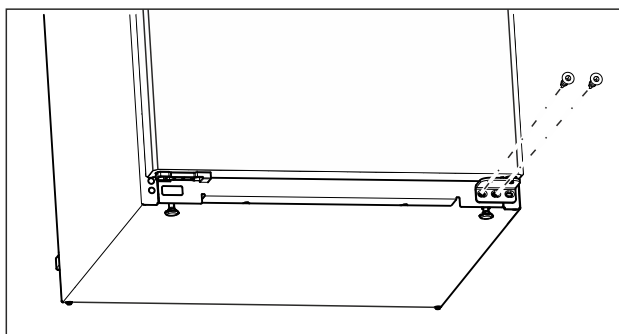

Fig. 10
- ▶ Skru ut den midtre skruen med skrutrekkeren Torx 20 på den nedre lagerbukken. (se Fig. 10)
- ▶ Skru ut den innvendige skruen med skrutrekkeren Torx 20 på den nedre lagerbukken. (se Fig. 10)